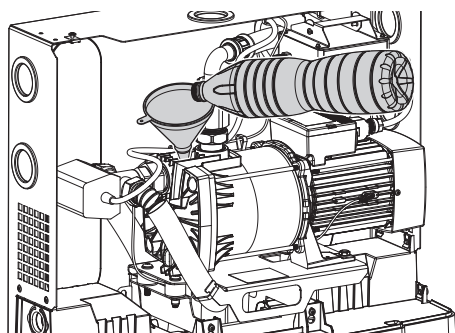

Fig. 21: Plnění čerpadla
2. Pomocí trychtýře naplňte čerpadlo čistou vodou (Fig. 21).